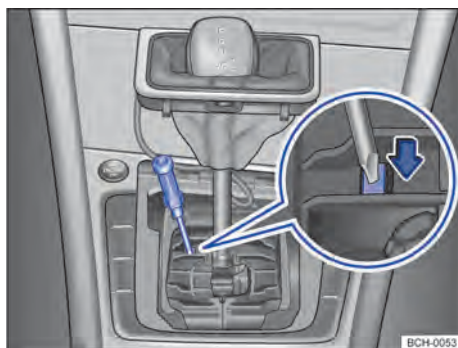

Fig. 89 Desinstalar a cobertura da alavanca seletora e destravar o bloqueio da alavanca seletora emergencialmente.
- Com o auxílio de uma chave de fenda pressionar cuidadosamente a alavanca de destravamento no sentido da seta e manter nessa posição → Fig. 89.